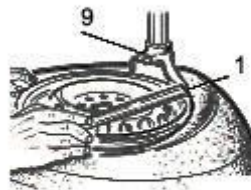

Рисунок 10 – Демонтаж шины
- С помощью монтажной лопатки 1, которую необходимо вставить через передний конец демонтажной головки 9 и под верхний борт покрышки, установите верхний борт покрышки над монтажной головкой (рисунок 10).